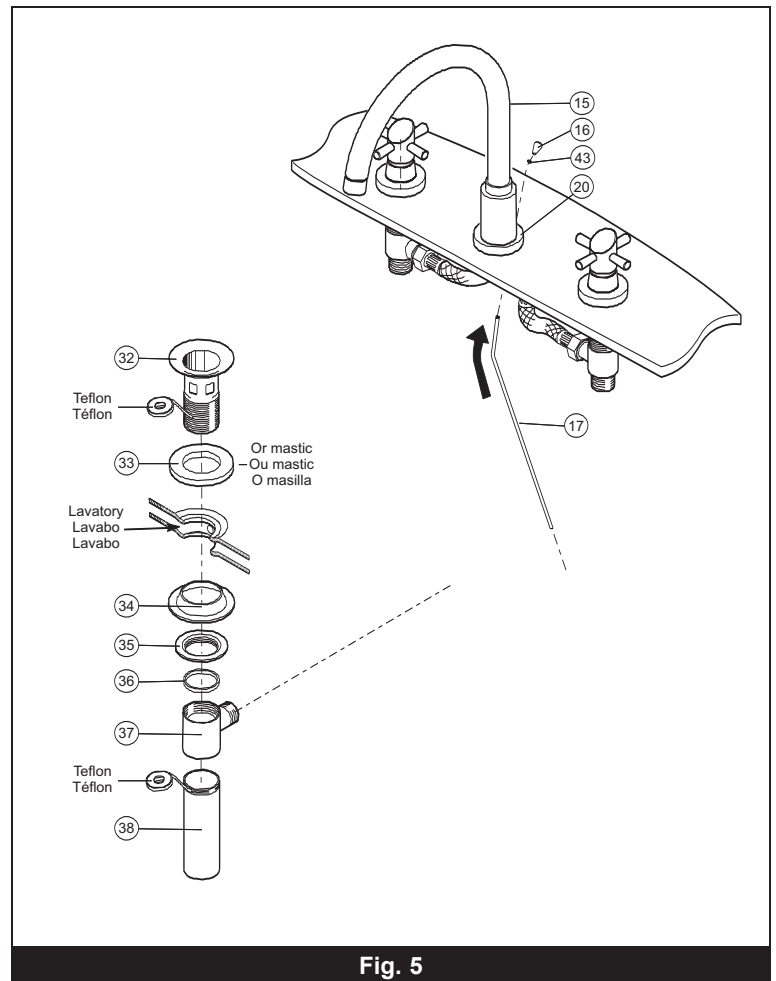

Fig. 5
Place Teflon in the indicated areas **Fig. 5**. Place the drain (29) on the opening of the sink; the gasket seal (30) can be replaced by the application of mastic. Install the raised seal gasket (34) and tighten the nut (35). Firmly tighten the drain mechanism (37) onto the drain (32). **Fig. 5**. **Note:** the horizontal rod (37) must be pointed towards the faucet.
Unscrew the drain rod button (16) and insert the rod (17) into the orifice under the faucet spout (15). Slide the gasket seal (43) onto the rod (17) and retighten the button (16) to the rod (17). **Fig. 5**.
Mettre du téflon aux endroits indiqués **Fig. 5**. Insérer le drain (32) dans le renvoi du lavabo; le joint d'étanchéité (33) peut être remplacé par l'application de mastic. Enfiler le joint d'étanchéité avec relief (34) et visser l'écrou (35). Visser fermement le mécanisme du drain (37) au drain (32). **Fig. 5**. **Note:** la tige horizontale (40) doit être orientée vers le robinet.
Dévisser le bouton (16) de la tige et insérer la tige (17) dans l'orifice sous le bec de robinet (15). Glisser le joint d'étanchéité (43) sur la tige (17) et revisser le bouton (16) à la tige (17). **Fig. 5**.
Poner teflón en los lugares indicados **Fig. 5**. Insertar el desagüe (32) en el colector del lavabo; la junta hermética (33) puede ser remplazada por masilla. Introducir la junta hermética con relieve (34) y apretar la tuerca (35). Apretar con fuerza el mecanismo de desagüe (37) al desagüe (32). **Fig. 5**. **Nota:** la varilla horizontal (40) debe estar orientada hacia la llave de grifo.
Aflojar el botón (16) de la varilla e introducir la varilla (17) en el orificio, debajo del caño de la llave (15). Deslizar la junta hermética (43) en la varilla (17) y volver a apretar el botón (16) a la varilla (17). **Fig. 5**.
Check to see if there is a leak between the drain and the sink (Fig. 5).
Vérifier s'il y a fuite d'eau entre le drain et le lavabo (Fig. 5).
Comprobar si hay fugas de agua entre el desagüe y el lavabo (Fig. 5).